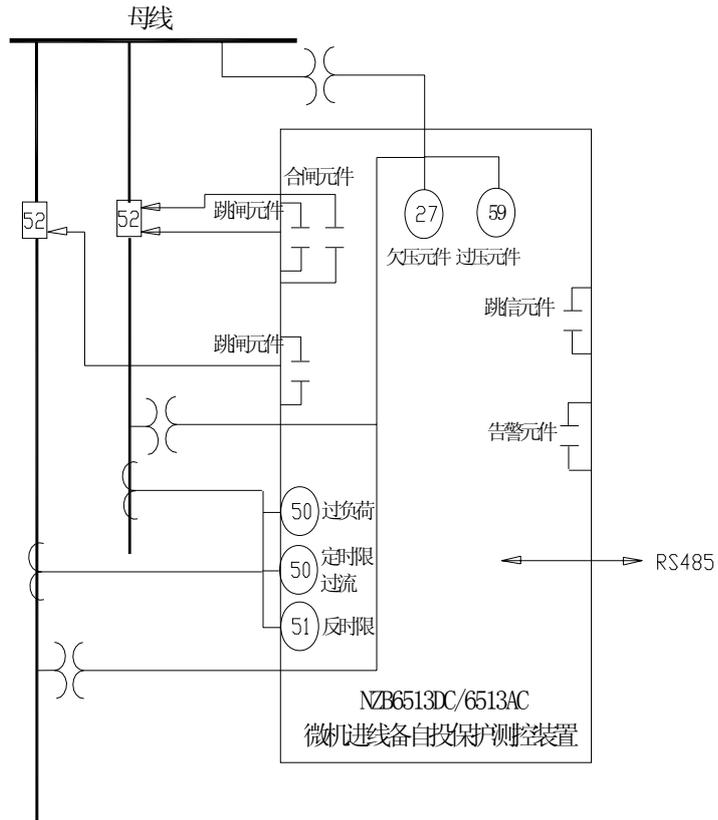

图3: NZB6513DC/ NZB6513AC功能配置图
**1.3.3 Nzb6513DC/ Nzb6513AC微机进线备自投保护装置，功能配置见图3**